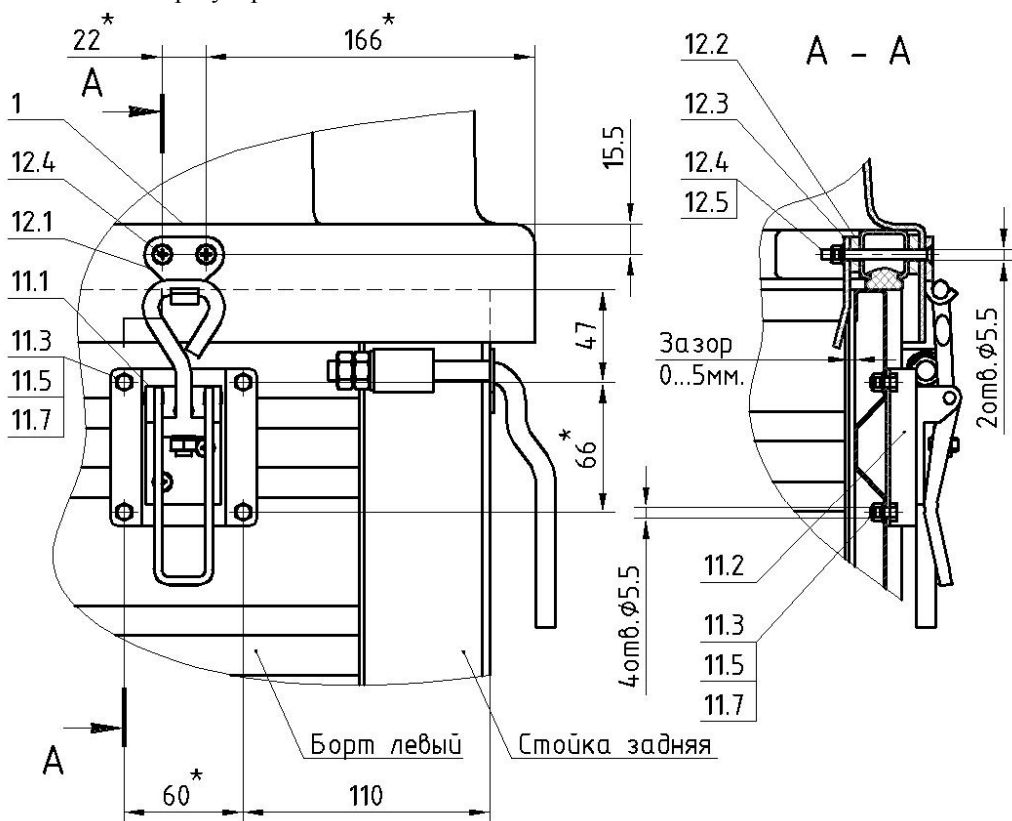

Рисунок 3.
16. Просверлить отверстия $\varnothing 5.5\text{мм}$ под замки 11, используя подставку замка 11.2 как шаблон, на расстоянии 110мм от задней стойки и 47мм от верхнего края борта (рис. 3).
22. Установить в соответствующем порядке (рис. 3, сечение А-А) винты 12.4, крючок 12.1, проставочную пластину 12.2 и ловушку 12.3.